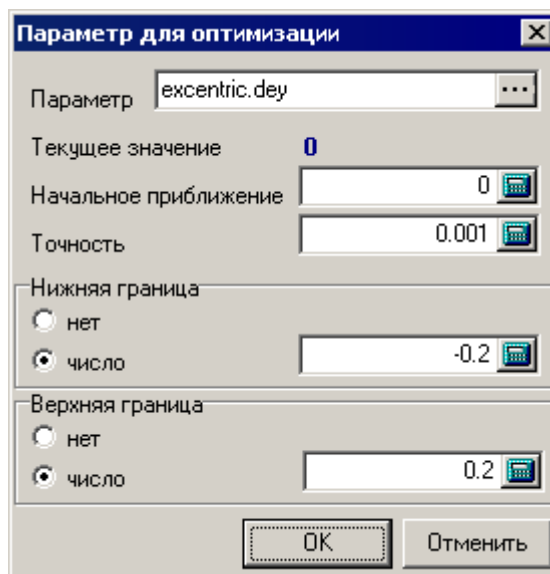

Рис. 5.6. Проект оптимизации: описание параметра
1. В списке параметров модели щелкните левой кнопкой мыши на параметре **dey**. Появится новое диалоговое окно, см. рис. 5.6.